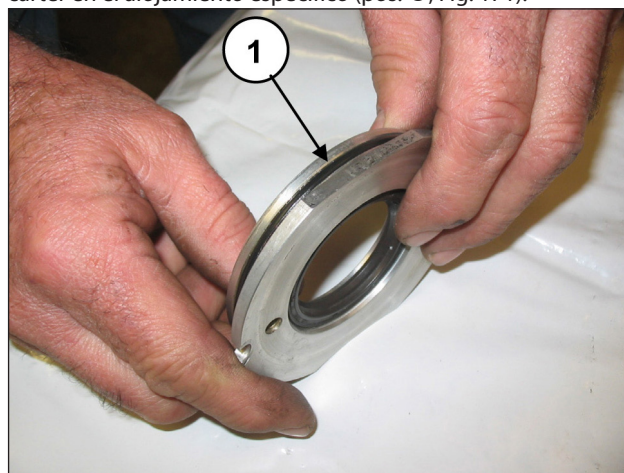
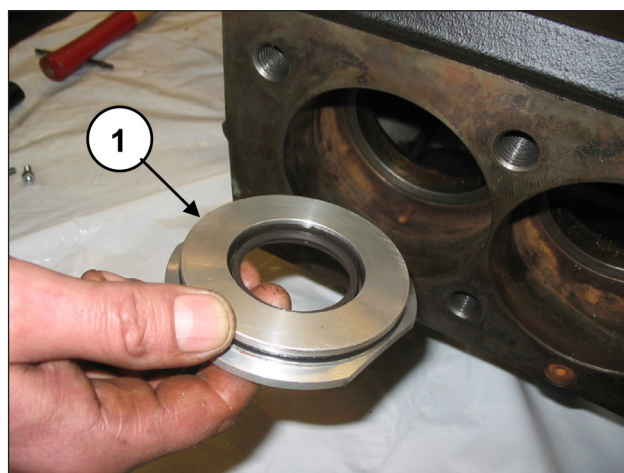

Fig. 170
Fig. 171
Colocar la junta tórica (pos. ①, Fig. 170) en el alojamiento de la tapa de retención e introducir el grupo montado dentro del cárter en el alojamiento específico (pos. ①, Fig. 171).